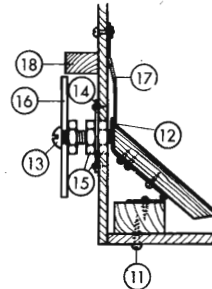

Fig. 246.
(40×40 mm) esattamente da una parte o dall'altra su un foro di 12 mm (figura 245). La saldatura avviene con i dadi avvitati sul bullone, per garantire la perfetta corrispondenza dei filetti. Fissiamo ora la lastrina di supporto sulla cassetta, in modo che il dado di fondo si trovi nel foro previsto; il bullone deve toccare esattamente il centro del rinforzo di lamiera (12) (fig. 246).